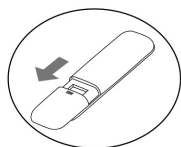

Fig.1
- Öppna batterifacket genom att skjuta locket utåt enligt pilens riktning (fig. 1).